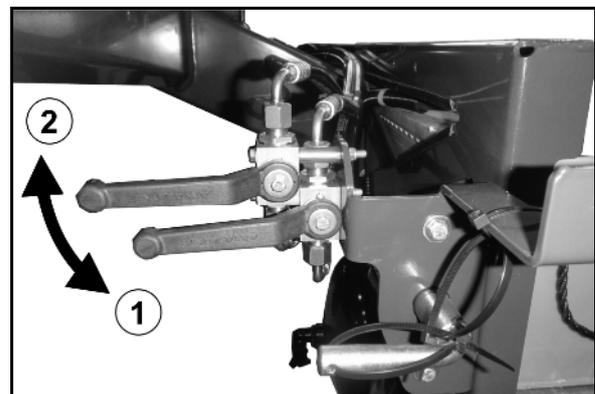

Fig. 26
- Absperrhähne am Hydraulik-Block öffnen (Fig. 26/1).
- Absperrhähne schließen (Fig. 26/2):